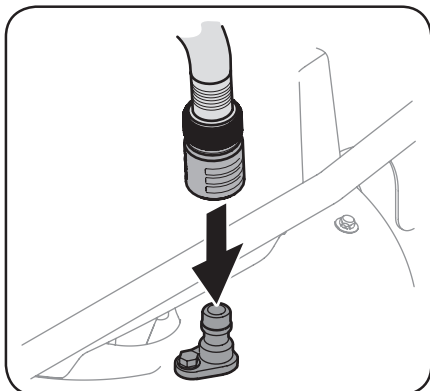

Figura 4-6
- Una la manguera con el pico de lavado al puerto de agua que se encuentra en la superficie de la plataforma. Vea la Figura 4-6.